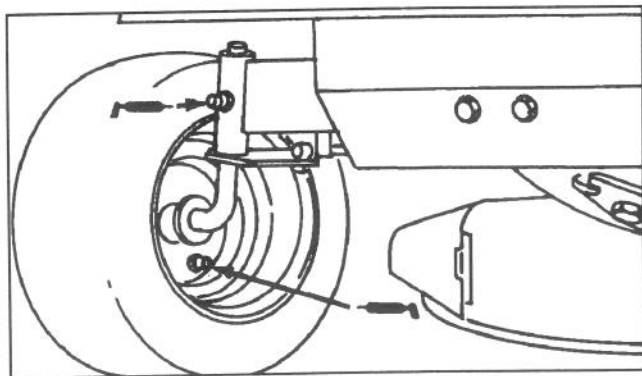

Abbildung 12
1. Die Schmiernippel (4) an den Achsen und Rädern mit einem sauberen Lappen abwischen (Abb. 12). Wenn Lack an der Vorderseite der Nippel vorzufinden ist, diesen abkratzen.
2. Beide Vorderachsen mit Nr. 2 Allzweckfett abschmieren (Abb. 12). Solange Fett einpressen, bis es aus den Achsen hervordringt. Überflüssiges Fett abwischen.
3. Beide Vorderachsen mit Nr. 2 Allzweckschmierfett abschmieren (Abb. 12). Die Fettpresse solange betätigen, bis Fett zum Vorschein kommt. Überflüssiges Fett abwischen.